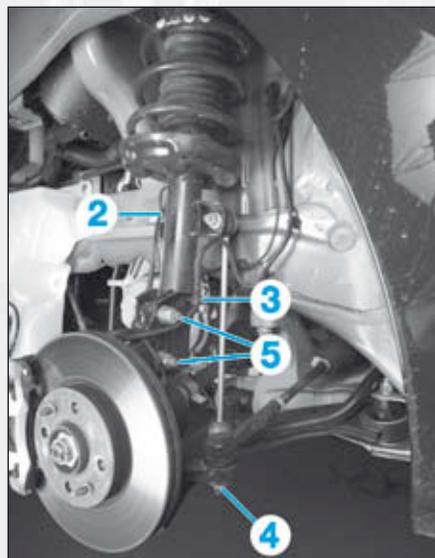

FIG.5
- le faisceau électrique du capteur d'ABS (2) (Fig.5),
- la canalisation (3) de liquide de freins.
- Déposer l'écrou de fixation (4) de la rotule de direction.
- Déposer les écrous (5).